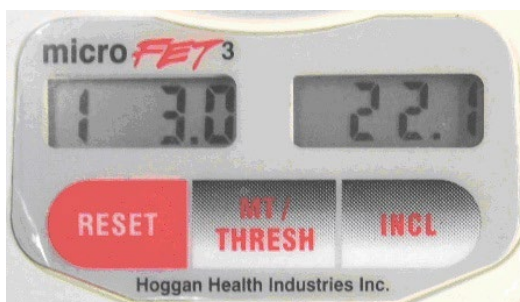

Figure 7 : Exemple de résultats enregistrés d'un test musculaire
- Il affiche le numéro du test et les durées en secondes sur l'écran de gauche, ainsi que la force maximale sur l'écran de droite (voir figure 7).